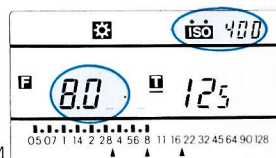

図34
②測定後にISOキーを押したままメモリーリコールキーを押すと、メモリーされているISO値と演算された測定値が呼び出されます。(図34)